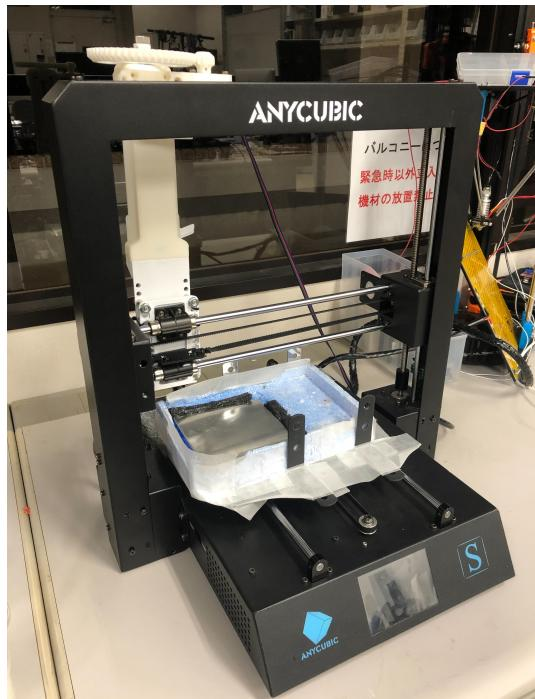

図 4.5 開発した氷をマテリアルとしたプリンターの全体図（前）
- 5 以下になる、その上に水をたらすことで氷が積層される。また、実際に制作した装置を図 4.5 図